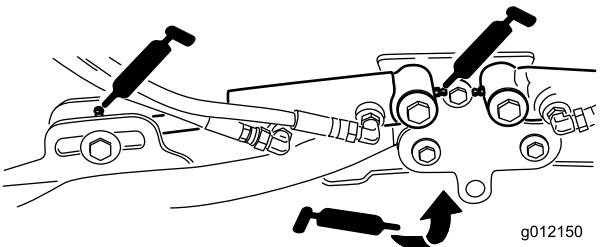

Figure 51
- Vérins des bras de relevage des plateaux de coupe (x 2) (Figure 51)
- Pivots des bras de relevage (x 1) (Figure 51)